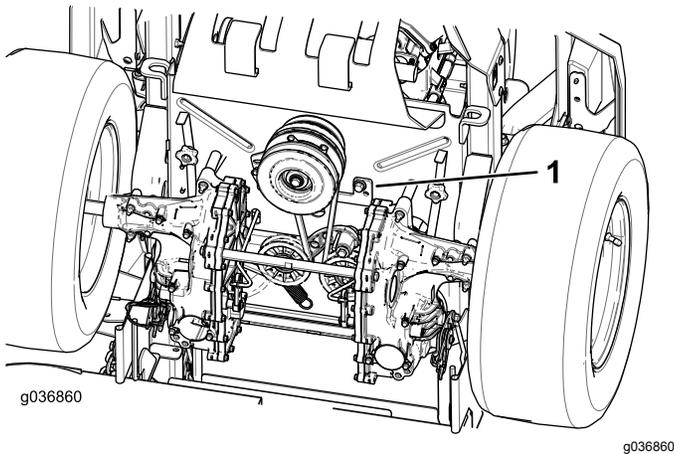

**Figura 66**
12. Montate i copricinghia e i relativi bulloni (Figura 66).